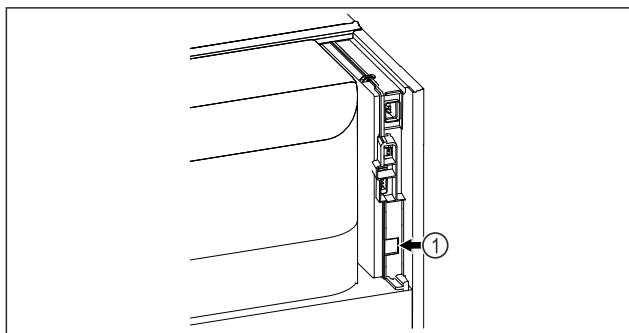

Fig. 59
- SmartModule Fig. 59 (1) är insatt.